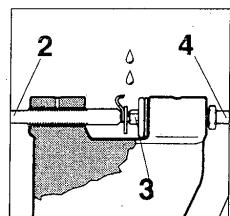
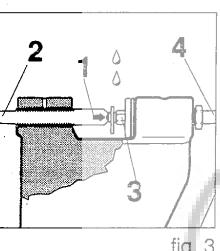

fig. 4
fig. 3
- 2- Positionner la dent (fig.4) ou la maillon de raccordement (fig.3). La tête du rivet devant être au centre de la bouterolle (2) (fig.3).
- 3- Tourner le levier (2) pour appuyer le rivet (1) contre la bouterolle (3).
- 4- Tourner la manivelle (4) pour centrer le rivet sur la bouterolle.